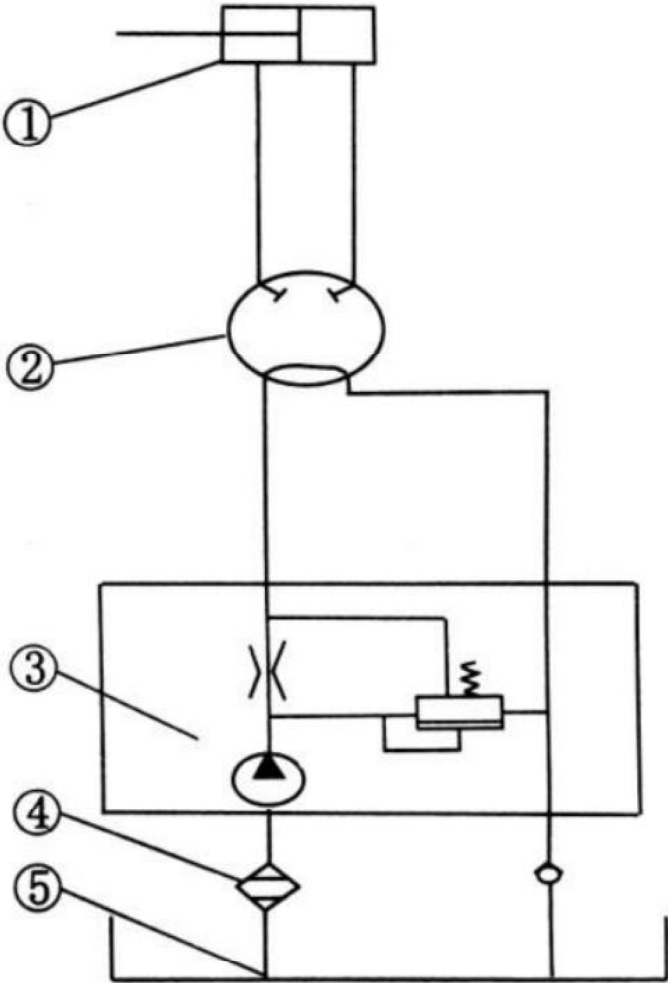

Figura 3-7 Principio de funcionamiento de todos los sistemas de dirección hidráulica
(1) Principio de funcionamiento (figura 3-7)